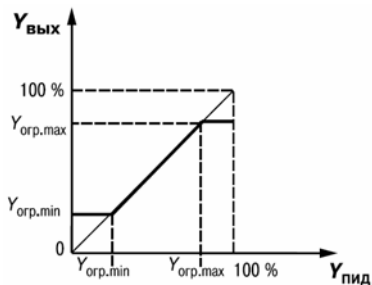

Рисунок 3.9
- максимальный $Y_{огр.max}$ и минимальный $Y_{огр.min}$ (рисунок 3.9).